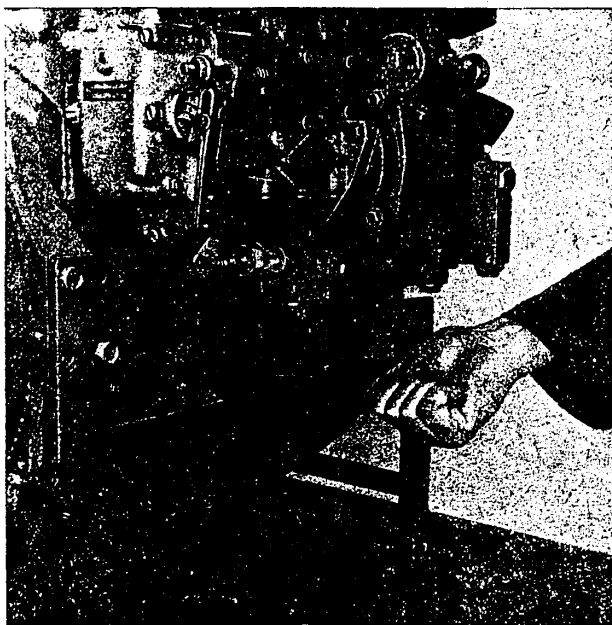

Bild M 16. Ölwechselfilter mit Spannband (Werkzeug Nr. 324.020-M 130) abschrauben
14. Ölfilterflansch abschrauben, nachdem Ölwechsel-filter und Öldruckschalter abgeschraubt sind (Bild M 16).